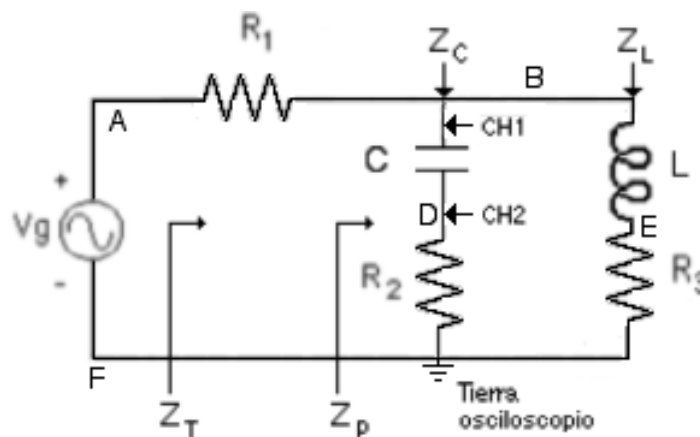

Figura 7.- Circuito para determinar el módulo y ángulo de las impedancias. Ubicación de las puntas para Z_C .
13.- Determinación experimental del módulo y el ángulo de impedancias: Monte el circuito de la Figura 7 con los valores indicados por su profesor, midiendo previamente con el ohmetro los valores de las resistencias R_1 , R_2 y R_3 , ya que las va a utilizar para realizar mediciones indirectas de corriente. **ASEGÚRESE QUE EL OSCILOSCOPIO ESTÉ FLOTANDO.**
14.- Ubique las puntas de prueba del osciloscopio como se indica en la Figura 7 para poder realizar la medición del voltaje, de la corriente y del desfase entre ambas señales de la rama capacitiva, cuya impedancia es Z_C .